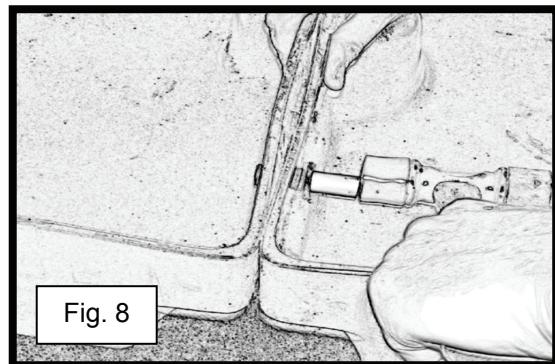

Fig. 8
- 7) Utiliser une main pour empêcher les dispositifs d'accumulation de se déplacer, tapoter le tube de Teflon de manière à l'insérer dans la deuxième rondelle logée dans l'autre dispositif d'accumulation (consulter la fig. 8).